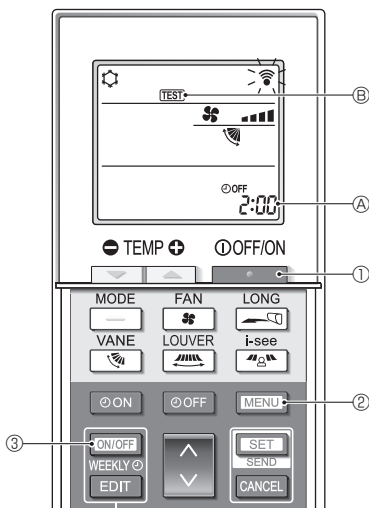

Fig. 7-5
■ Essai de fonctionnement (Fig. 7-5)
- Appuyez sur le bouton **ON/OFF** ① pour arrêter le climatiseur.
- Si la minuterie hebdomadaire est activée (**WEEKLY** est affiché), appuyez sur le bouton **ON/OFF WEEKLY** ③ pour la désactiver (**WEEKLY** disparaît).
- Appuyez sur le bouton **MENU** ② pendant 5 secondes.
- Appuyez sur le bouton **MENU** ②.
- TEST** ④ s'allume et l'appareil entre en mode essai de fonctionnement.